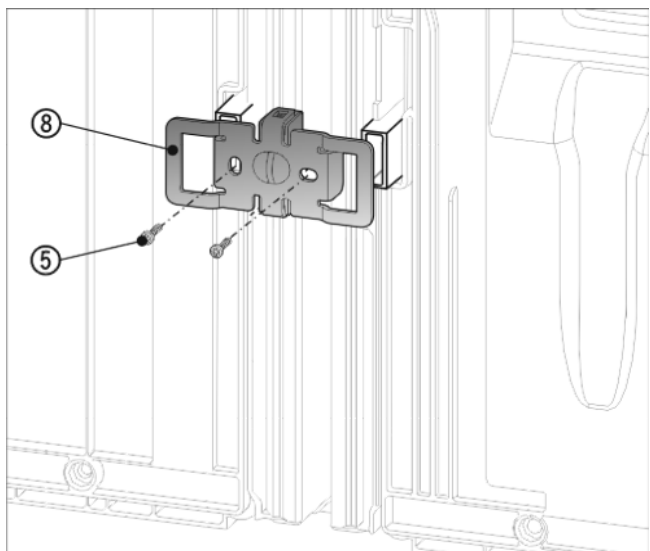

Fig. 12
- ▶ Повторно надвинуть угол Fig. 12 (8) выемками через гнездо для пристенных распорок.
- ▶ Прикрутите 2 винтами Fig. 12 (5).